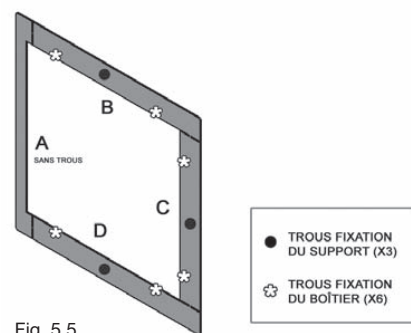
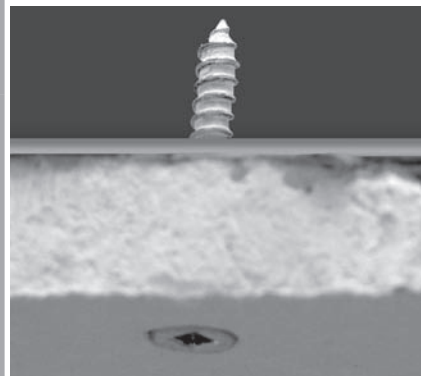

Fig. 5.5
Fig. 5.6
- Vissez 3 vis dans les 3 trous de fixation du support afin de bien le fixer au plafond. Les têtes de vis ne doivent pas être enfoncées dans le plafond. (Fig. 5.6)
- Visser 2 vis dans les trous de fixation du support afin qu'il entre bien en contact avec le plafond (Fig. 5.5). Les têtes de vis ne doivent pas être enfoncées dans le plafond. (Fig. 5.6)